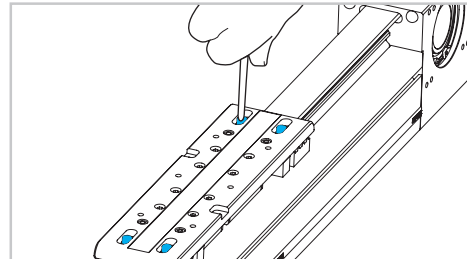
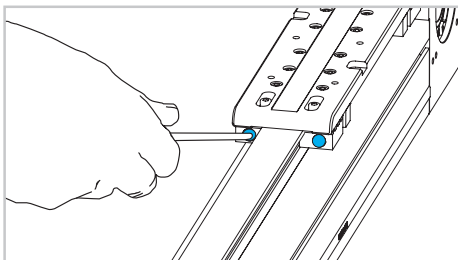
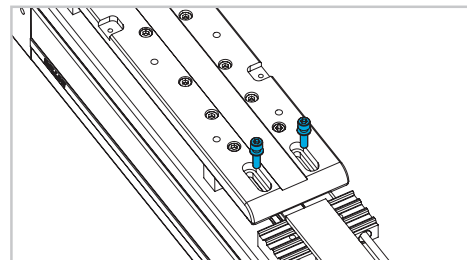
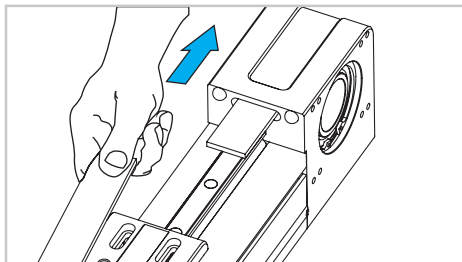

Fig. 4
Fig. 3
Fig. 5
Fig. 6
2) Rimuovere il serracinghia svitando sia le viti orizzontali che quelle verticali sul carro (Fig. 3 -Fig. 4 - Fig. 5)
- 3) Liberare la cinghia dalle sedi su entrambi i lati del carro (Fig. 5) e sfilarla tirando semplicemente (Fig. 6). Per rimontare la cinghia svolgere le stesse operazioni all'inverso.